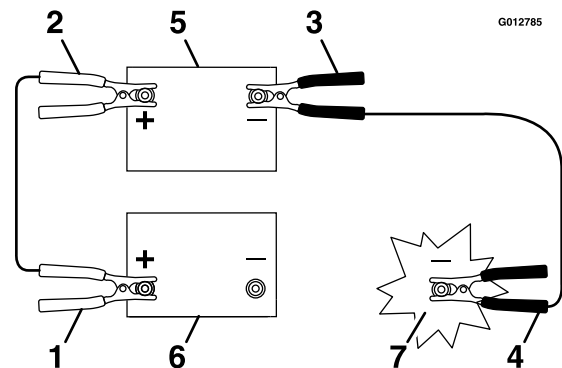

Figura 53
3. Conecte el cable positivo (+) al borne positivo (+) de la batería descargada que está conectado al motor de arranque o al solenoide (Figura 53).